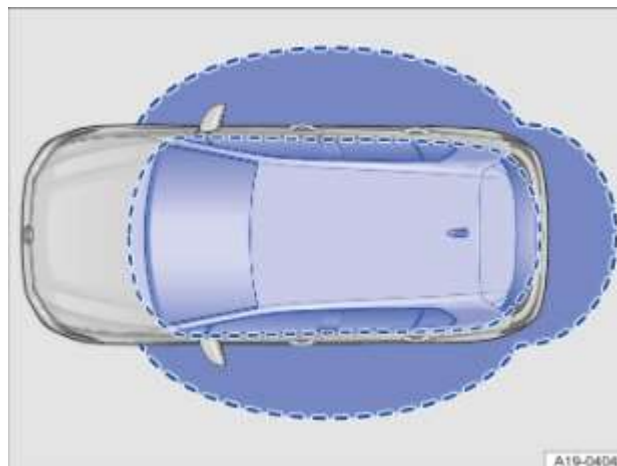

Fig. 59 Système de fermeture et de démarrage sans clé « Keyless Access » : zones de proximité
– Si la clé du véhicule est détectée dans une zone de proximité → Fig. 59, le véhicule est déverrouillé. Tous les clignotants clignotent deux fois.